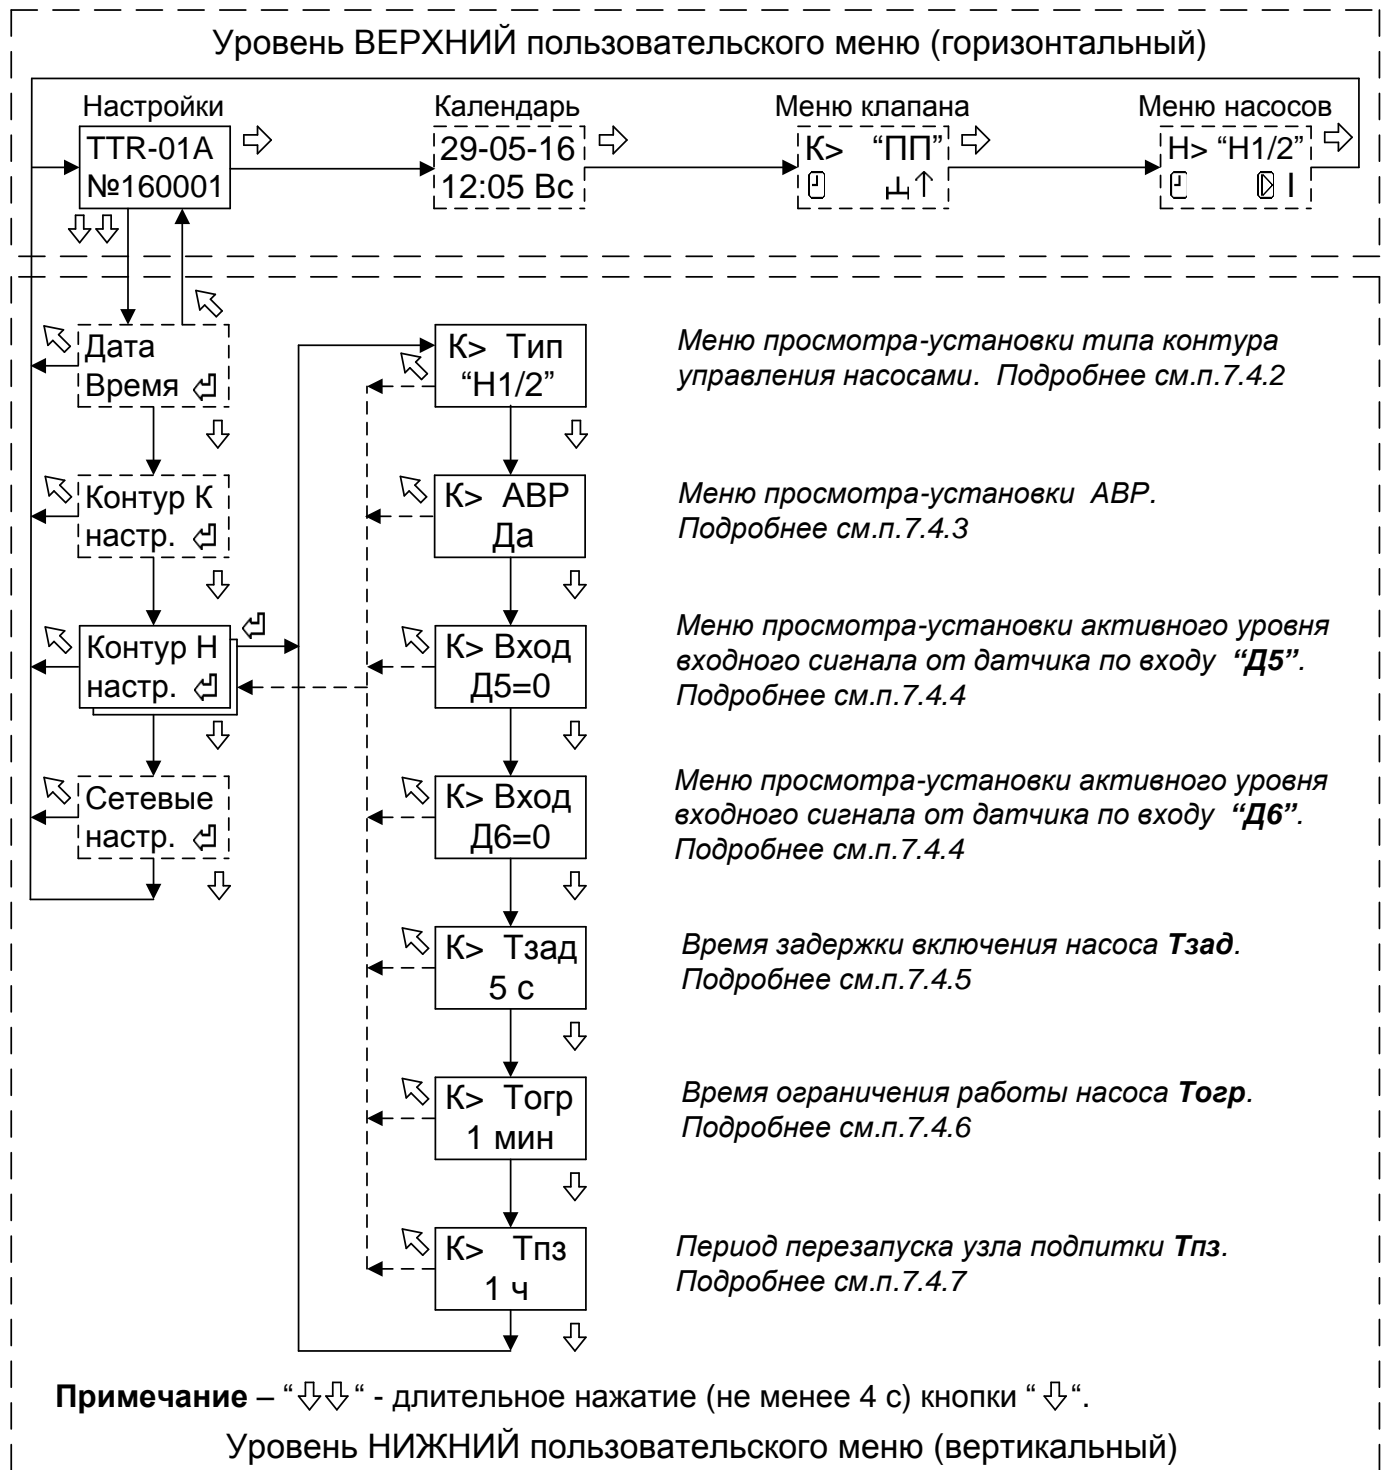

Рисунок 5 - Структура меню настройки параметров контура управления насосами.
7.4.3 Вход в меню просмотра-установки параметра **АВР** (автоматический ввод в работу резервного насоса в случае неисправности основного) производится при нажатии кнопки “↵” (см. рисунок 5). Внешний вид окна меню приведён ниже.
7.4.4 Вход в меню просмотра-установки параметра активного уровня сигнала от датчиков по входу “Д5” и “Д6” производится при нажатии кнопки “↵” (см. рисунок 5). Внешний вид окна меню приведён ниже.
7.4.5 Вход в меню просмотра-установки параметра времени задержки включения насоса **Тзад** производится при нажатии кнопки “↵” (см. рисунок.5).
7.4.6 Вход в меню просмотра-установки параметра времени ограничения работы насоса **Тогр** производится при нажатии кнопки “↵” (см. рисунок 5).
7.4.7 Вход в меню просмотра-установки параметра периода перезапуска узла подпитки **Тпз** производится при нажатии кнопки “↵” (см. рисунок 5).